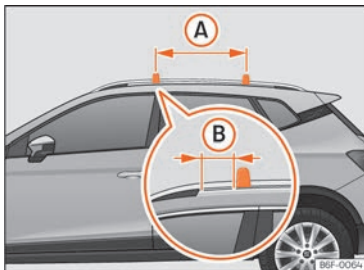

Fig. 130 Punti di fissaggio delle barre longitudinali per il portapacchi sul tetto.
Le barre trasversali vanno montate sulle barre laterali del tetto. La distanza tra le barre trasversali » » » **fig. 130** (A) dovrà essere di 75 cm e la distanza dalle barre trasversali ai supporti sul tetto (B) dovrà essere di 5 cm.